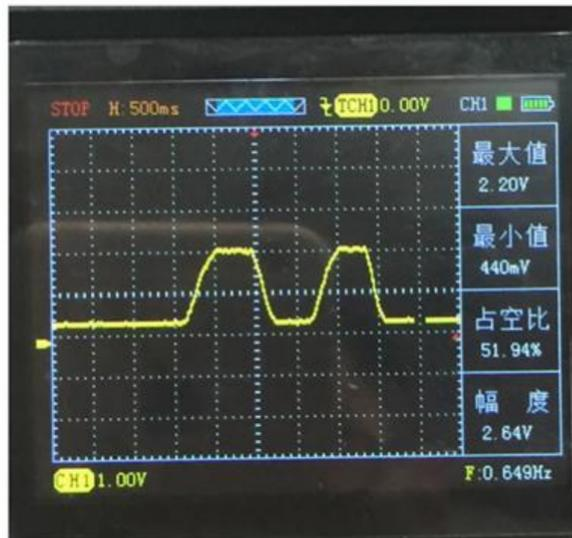

图 11 油门踏板
- ①同曲轴、凸轮轴位置传感器步骤 1
- ②进入主菜单界面后选择“传感器”，然后进入子菜单按上下键选中“油门踏板”，按“OK”键确认后进入示波器操作界面
- ③将探头接到示波器 CH1 且探头调置 1X 档，然后接地夹接到信号地或搭铁
- ④由于示波器“油门踏板”功能已默认好设置（探头档 1X，时基档 250ms）只需将探头接到对应的信号即可直观的显示波形，如图 11（注：由于处于“SCAN”扫描模式需要耐心等待波形扫描出来）
- ⑤按下“CH1”，可以查看各项数值和配置（配置已默认）
- ⑥显示的波形可以自行通过调节时基、垂直伏/格和触发方式实现自己的需求（时基、垂直伏/格和其他的具体操作方法请参考通用示波器操作）